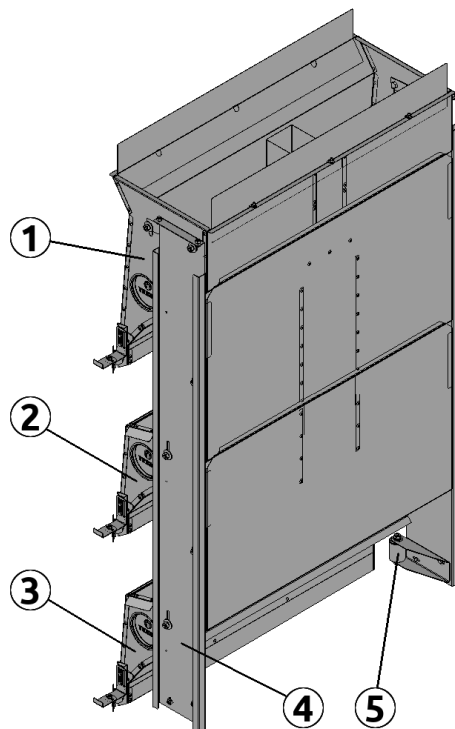

Рисунок 3.10
В продольной раздаче кормов применяются составные бункеры (рис. 3.10), такая конструкция оптимальна для предотвращения слеживания кормов с повышенным содержанием жиров и влаги. В составном бункере различаются бункеры для каждого яруса соответственно: верхний (1), средний (2) и нижний (3). Они изготовлены из листовой стали, представляют собой конструкцию коробчатой формы. Все бункеры составного закреплены на ложементах (4). Средних бункеров в составном может быть несколько, их количество зависит от количества ярусов клеточной батареи. Для предотвращения смещения низа бункера под весом, устанавливается упор (5) – ролик с подшипниками, который катится по нижнему кормовому лотку.